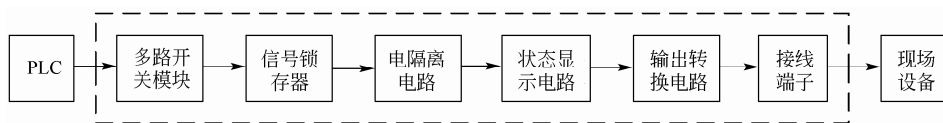

图 1-7 输出接口的结构
(2) 输出接口电路
① 输出接口电路的组成和作用 输出接口电路由多路选择开关模块、信号锁存器、电隔离电路、模块状态显示、输出电平转换电路和接线端子组成，如图 1-7 所示。在输出扫描期间，多路选择开关模块接受来自映像表中的输出信号，并对这个信号的状态和目标地址进行译码，最后将信息送给锁存器；信号锁存器是将多路选择开关模块的信号保存起来，直到下一次更新；输出接口的电隔离电路作用和输入模块的一样，但是由于输出模块输出的信号比输入信号要强得多，因此要求隔离电磁干扰和浪涌的能力更高；输出电平转换电路将隔离电路送来的信号放大成足够驱动现场设备的信号，放大器件可以是双向晶闸管、三极管和干簧继电器等；输出端的接线端子用于将输出模块与现场设备相连接。